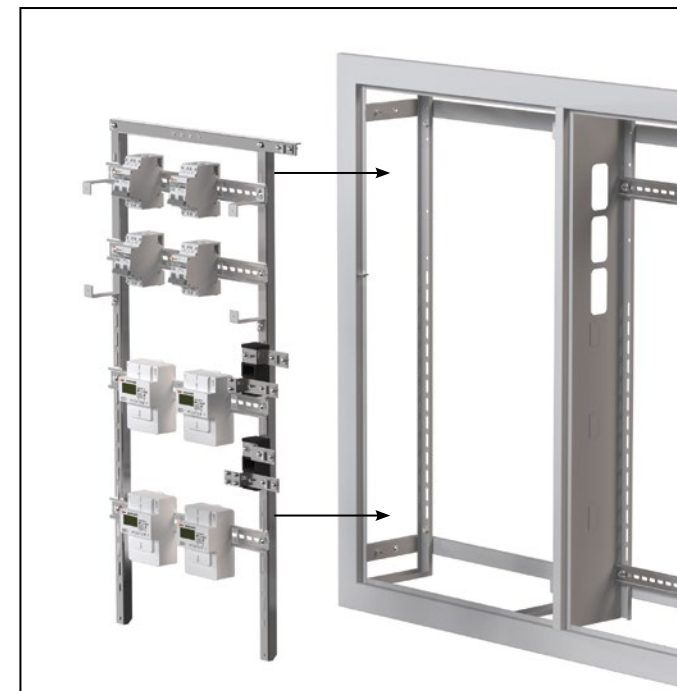

Рис. 10
4.1. Собранный раму с DIN-рейками с выполненными внутренними электрическими соединениями вставьте в корпус щита этажного (рис. 10).